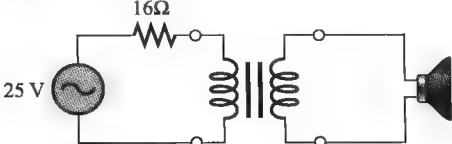

图 14-52
23. 对于图 14-52 中的电路，求给 4Ω 扬声器传输最大功率所需的匝数比。
24. 在图 14-52 中，传输给扬声器的最大功率是多少瓦特？